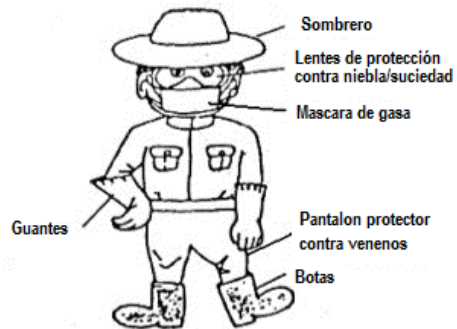

Fig. 13
2. Ropa de protección. (Fig. 13)